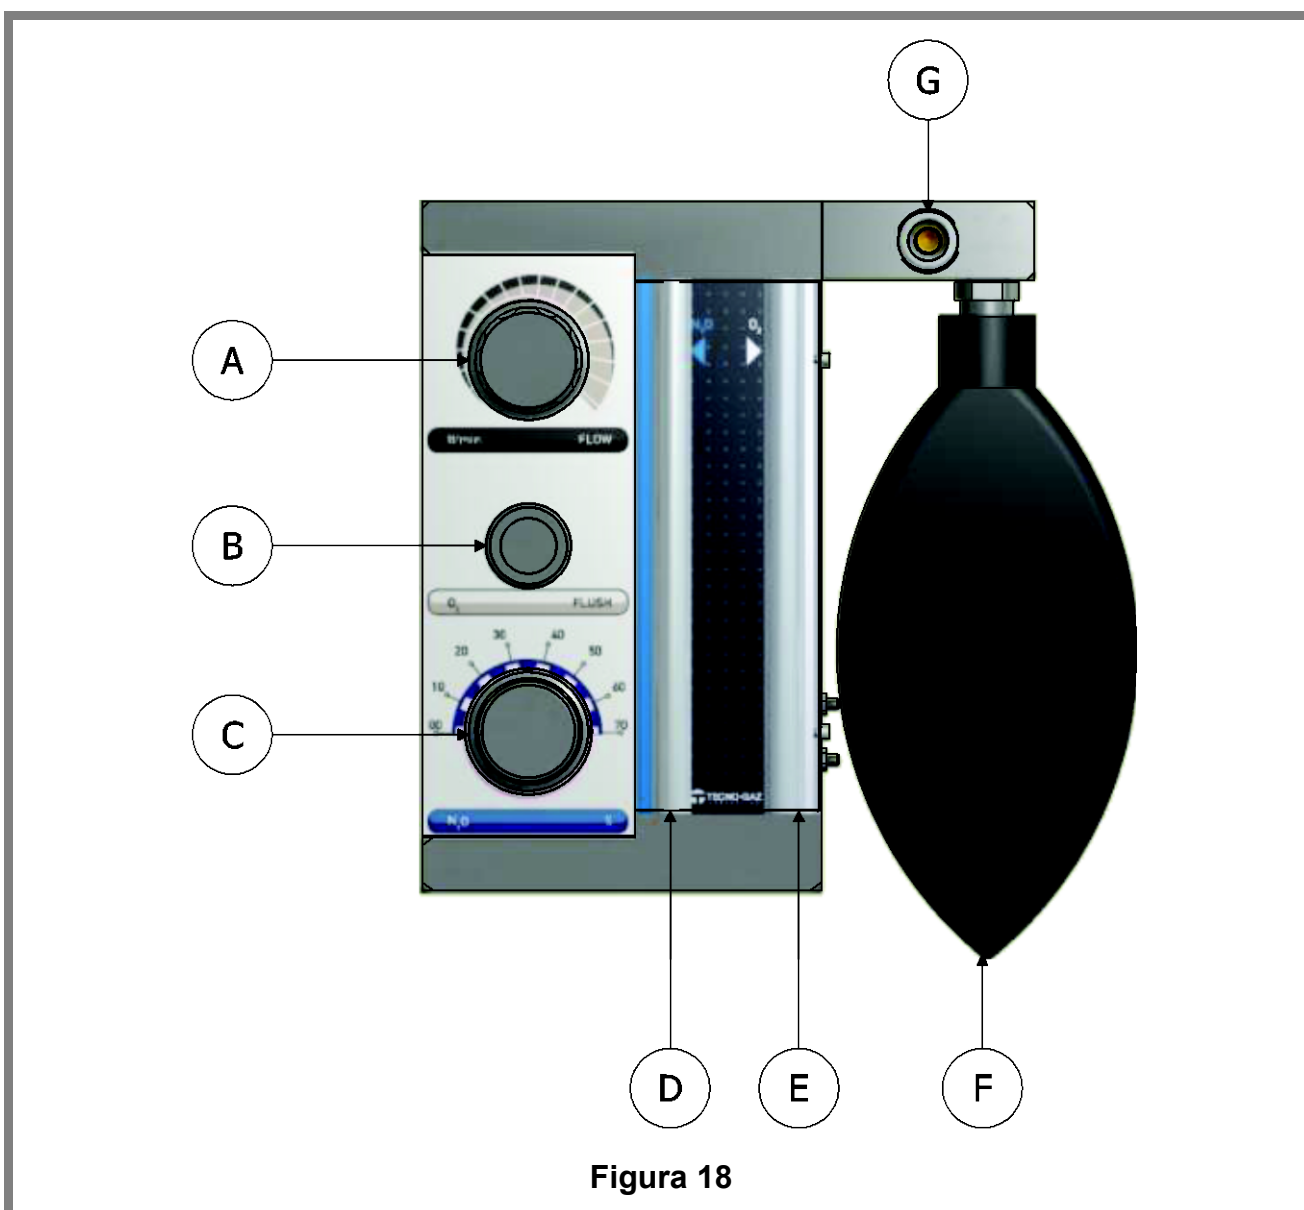

Figura 18
- **Balón de goma** (Figura 18 Pos. F)
- **Caudalímetros** (Figura 18 Pos. D, E)
Controle que el índice del mando (Figura 18 Pos C) %N₂O indique 0.
Suministre un flujo de 3 l/min de oxígeno, durante 30 segundos, con la ayuda del mando FLOW (Figura 18 Pos A).
Con el mando de % (Figura 18 Pos C) se puede variar el porcentaje de protóxido de nitrógeno.
Con el mando (Figura 18 Pos C) % N₂O suministre el protóxido de nitrógeno, configure al **20%**, espere algunos minutos y observe cómo reacciona el paciente.